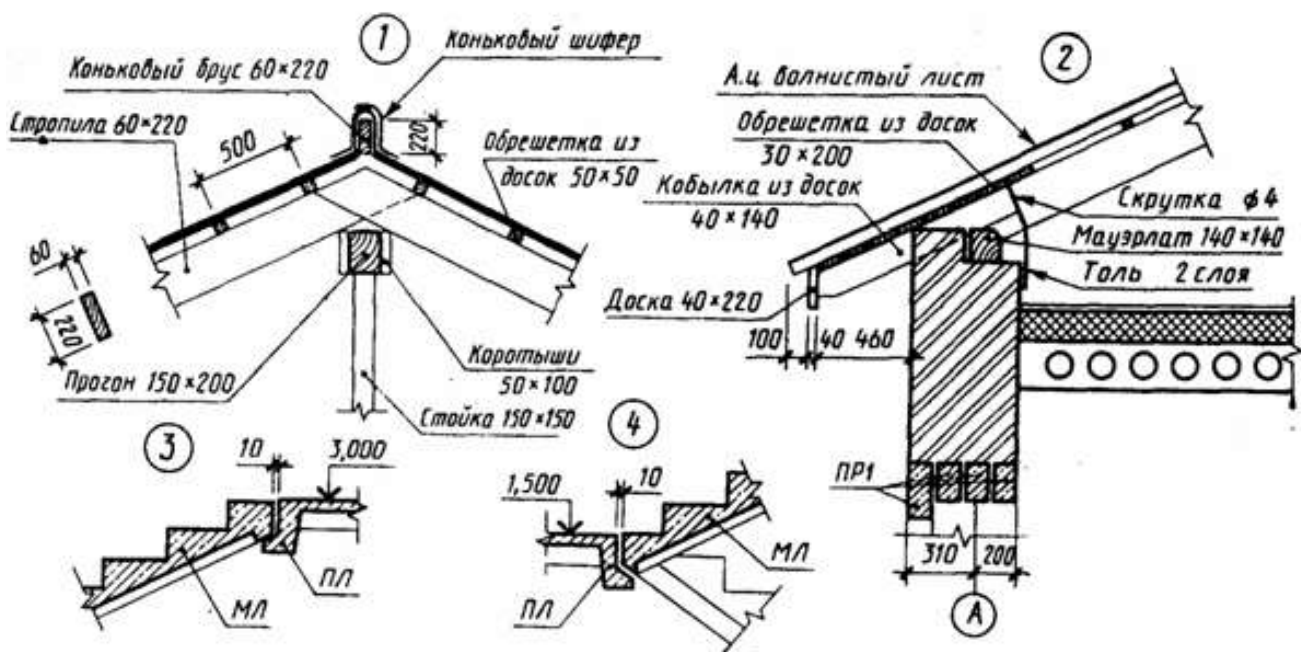

Рисунок 51 - Пример выполнения чертежей узлов
2. Не соблюдая масштаба, но соблюдая пропорциональность, выполнить строительный узел, рис.51.